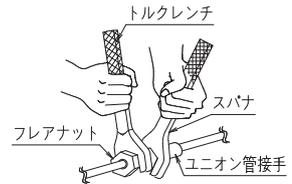

図 1
- ユニット本体に配管を接続したり、取り外したりする際は、必ずスパナとトルクレンチを2丁使用して行ってください。(図1参照)